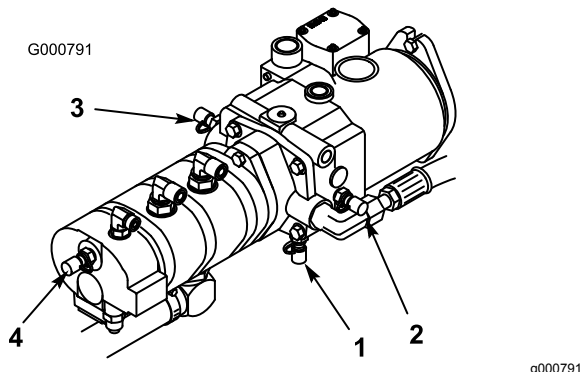

Рисунок 77
4. Контрольное отверстие D расположено в нижней части гидростатической трансмиссии (Рисунок 77) и используется для измерения давления подпитки трансмиссии.
5. Контрольное отверстие E используется для измерения давления тягового привода движения вперед (Рисунок 77).
6. Контрольное отверстие F используется для измерения давления тягового привода движения в обратном направлении (Рисунок 77).
7. Контрольное отверстие G используется для измерения давления в контуре рулевого управления (Рисунок 77).